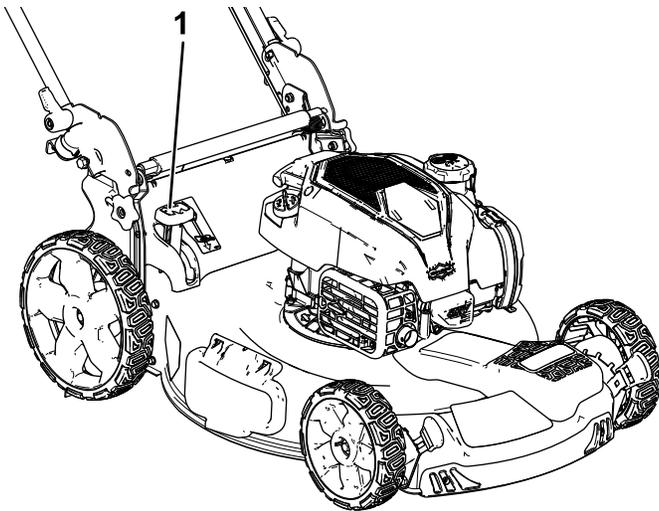

Figure 16
- Pour ramasser les déchets d'herbe et de feuilles, appuyez sur le bouton du levier de ramassage sur demande et déplacez le levier en avant jusqu'à ce que le bouton ressorte (Figure 16).